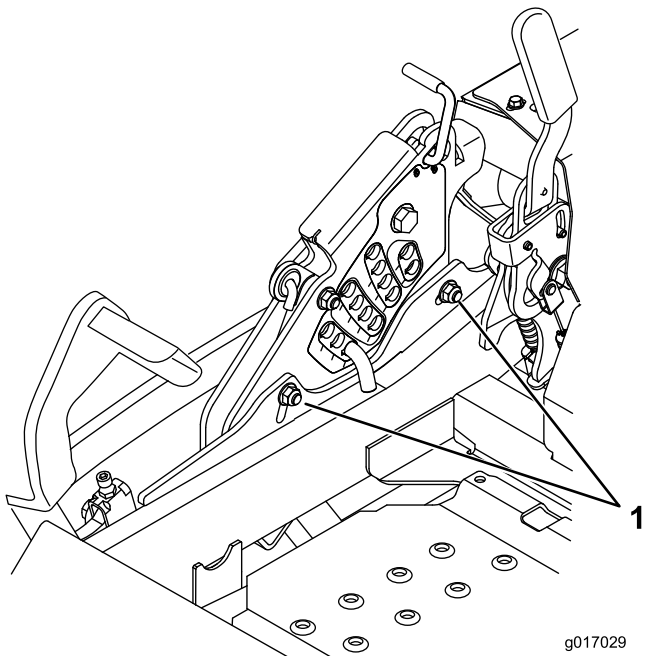

Figura 88
12. Para ajustar el sistema de ajuste de un solo punto, afloje los dos pernos situados cerca del borde inferior de la pletina de altura de corte. Consulte Figura 88.
14. Apriete los dos pernos situados cerca del borde inferior de la pletina de altura de corte (Figura 88). Apriete a 37–45Nm (27–33pies-libra).